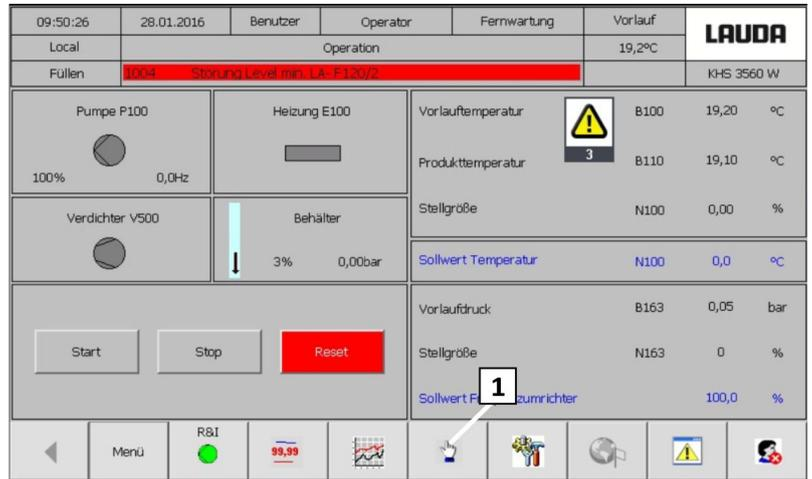

Fig. 29: Pantalla Funcionamiento
## 13. Activar la configuración básica en la pantalla (Fig. 29 [1])
**16.** Confirmar las averías devengadas con la [tecla de reinicio] (Fig. 29 [1])